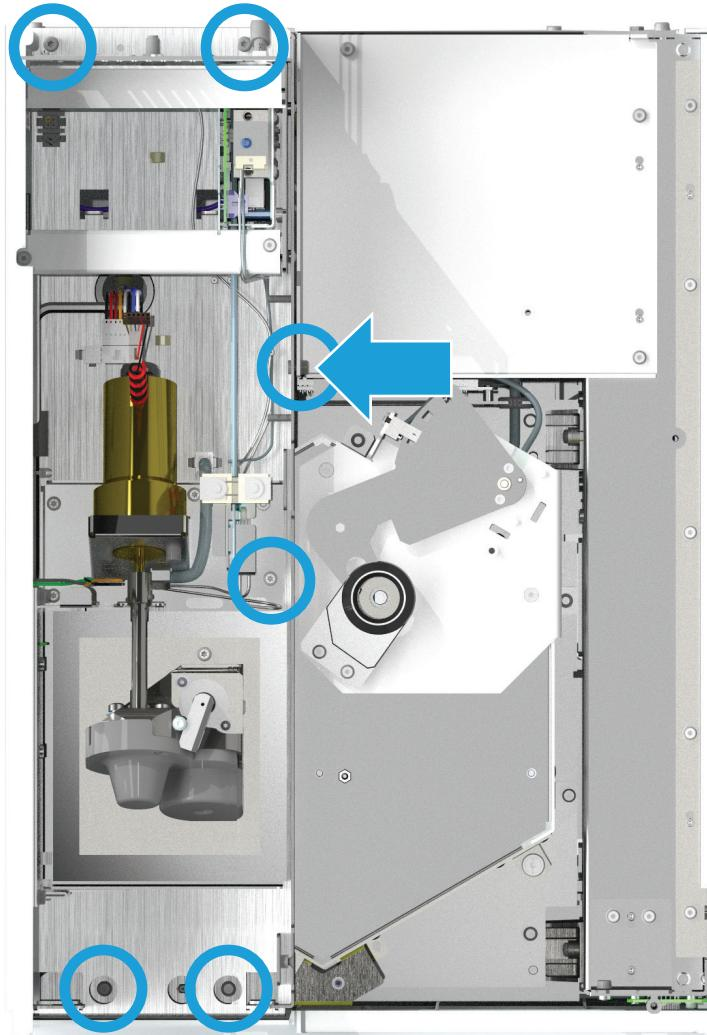

Abb.8. Lösen der Schrauben zur Sicherung der Pneumatikbaugruppe
- 11 Lösen Sie die 6 Schrauben, die die Pneumatikbaugruppe am Gehäuse sichern. Beachten Sie, dass sich eine Schraube auf der Seite der Baugruppe befindet. (Abbildung 8).